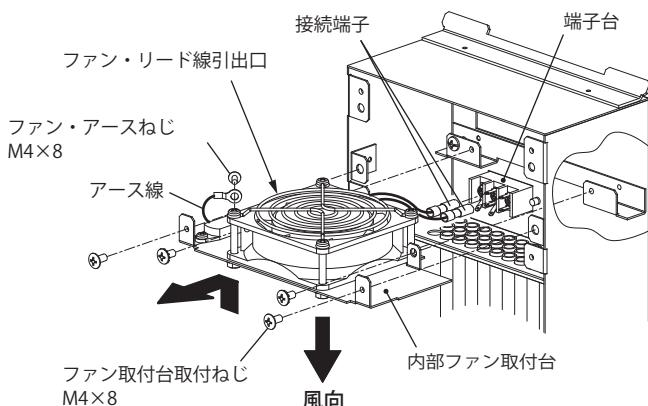

図 7
- 内部ファン取付台取付ねじ M4×8(4 カ所)を取り外した後、ファン取付台を手前に引き出し、ファン・アースねじ M4×8 を取り外して、アース線を外してください。(図 7)